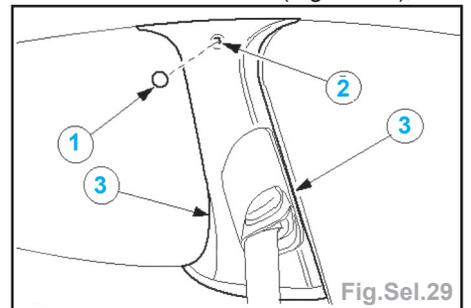

Fig.Sel.29
- déposer le chapeau (1) de vis et la vis (2) de fixation, détacher les clips (3) de fixation du montant B (Fig.Sel.29),